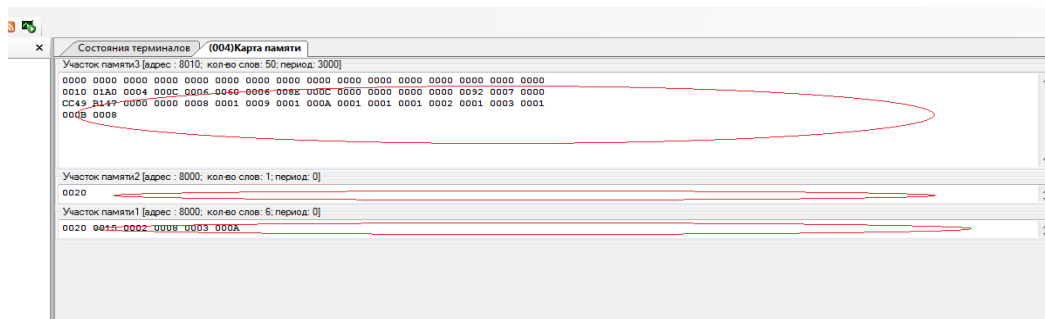

Рисунок 2.32.4
2) двойным кликом по области отображения участка памяти (рисунок 2.32.4);